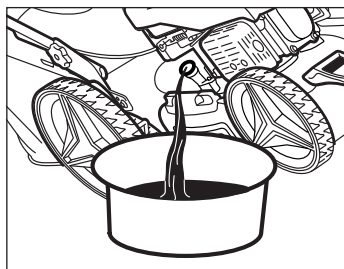

Рис. 19
- Опустите шланг приспособления для удаления масла из картера двигателя (в комплект поставки не входит) в масляный картер через заливную горловину, или наклоните газонокосилку и слейте масло в подготовленную емкость (Рис. 19), дайте отработанному маслу стечь полностью, утилизируйте его способом, который не повредит окружающей среде.